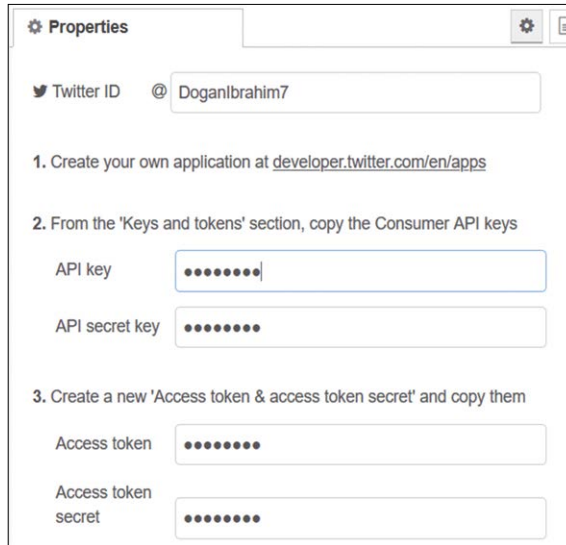

Figure 4.54 Entrez vos identifiants
- Entrez votre identifiant Twitter, puis copiez et collez les quatre clés que vous avez obtenues du site Twitter (voir la figure 4.54). Cliquez **Terminé** pour fermer les données du nœud